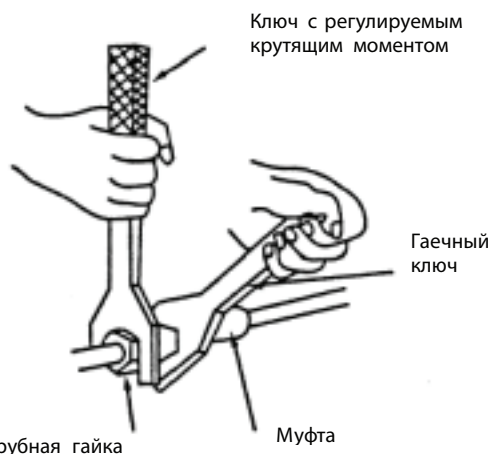

Рис. 7
2. Выровняйте центр раструба соединительного шланга с соответствующими коническими соединительными поверхностями внутреннего и внешнего блока, затем вручную закрутите соединительную гайку. Затем закрепите её при помощи гаечного ключа, как показано на Рис. 7, приложив усилие согласно Таблице 1.